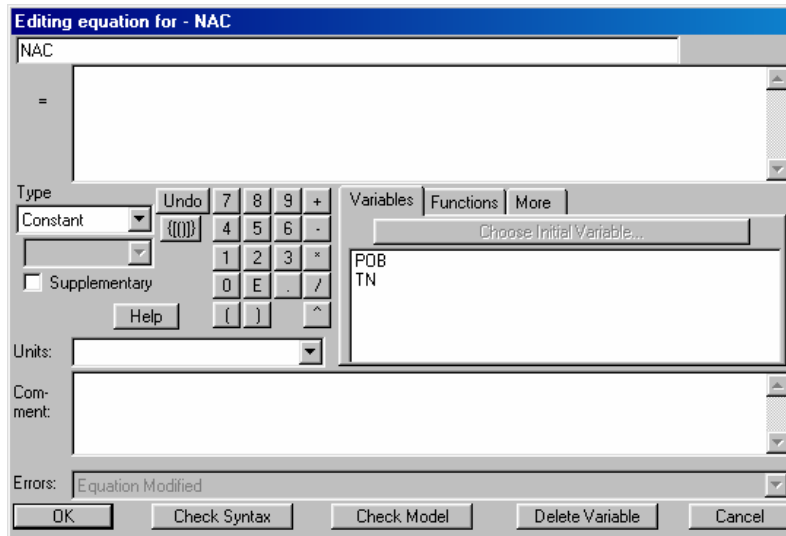
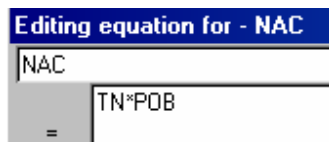
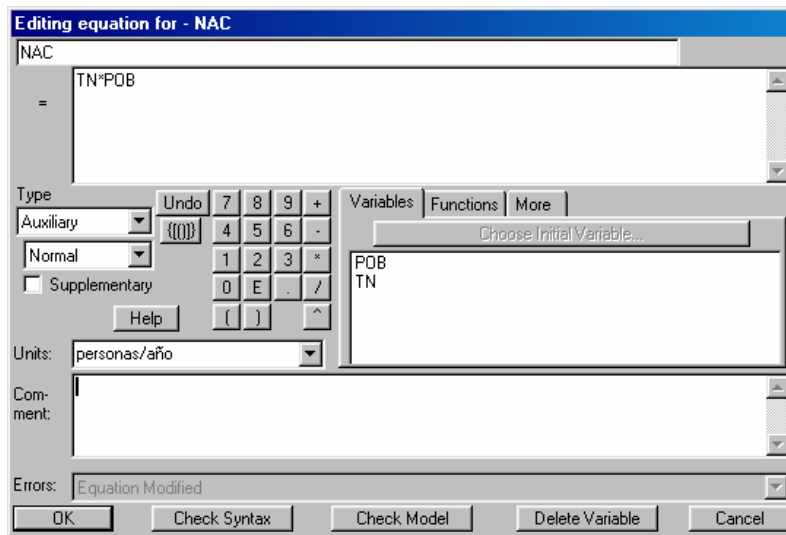

Figura 13: Cuadro de diálogo para introducir la ecuación de la variable NAC.
Figura 14: Detalle de la ecuación de flujo (2) del modelo.
Figura 15: Aspecto del cuadro de diálogo una vez introducida la ecuación de la variable NAC.
2. Para introducir la ecuación de la variable de flujo (NAC) pulsar una vez sobre su caja negra. Aparece la ventana que se muestra en la Figura 13. La ecuación que se debe de introducir es la ecuación (2) del modelo. Para ello se puede proceder de dos formas: 1) escribir directamente desde el teclado del ordenador, en el campo editable (precedido por un signo =), la ecuación (2) del modelo. 2) Escribir la ecuación (2) utilizando el ratón, el teclado numérico que muestra la ventana y la lista de variables que aparece a la derecha de la ventana. Una vez introducida la ecuación el aspecto debe de ser análogo al mostrado en la Figura 14. Posteriormente hay que introducir el tipo de variable, en el editor de ecuaciones de Vensim a las variables de flujo se las considera de tipo auxiliar (Type = Auxiliary - Normal) y las unidades de las variable (Units = personas/año). Compárese el resultado con el de la Figura 15. A continuación se pulsa el botón de **OK**.